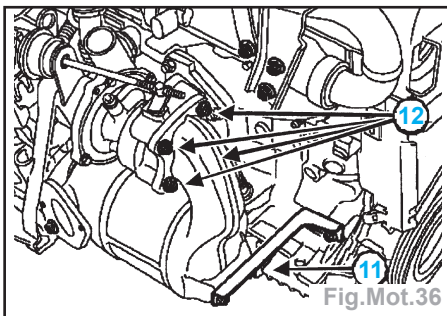

Fig.Mot.36
- Déposer (Fig.Mot.36) :
- la béquille (11) du catalyseur,
- les quatre écrous de fixation (12) du catalyseur sur le turbocompresseur,